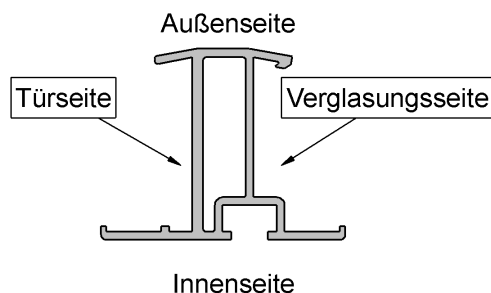
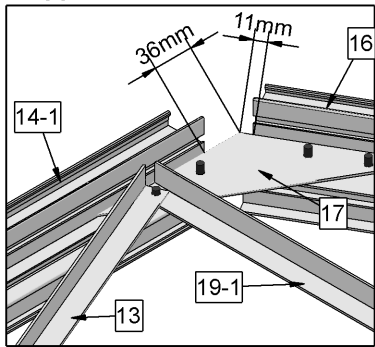

Abb. 301
Abb. 302
4. Die Giebelsparren Nr. 15 und Nr. 16 werden wie in der Abbildung 301 gezeigt mit 11mm Abstand zur Spitze des Eckknotenblechs montiert. Am oberen Ende werden die Giebelsparren mit dem Giebelknotenblech Nr. 18 verbunden (Abbildung 303) und an den Türpfosten Nr. 12-1 und 12-2 angeschraubt. (Abbildung 302).
6. Das obere Türrahmenprofil Nr. 12-3 wird mit 2 Verbindungslaschen 12-5 zwischen den Türpfosten 12-1 und 12-2 angebracht. (Abbildung 302).